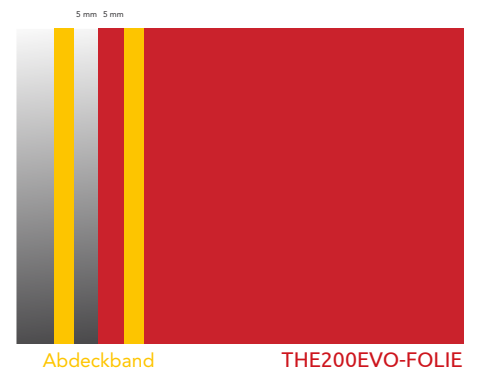

Abbildung 09
- 1 auf der THE200EVO-Folie, 5 mm von ihrem Rand entfernt. (Abb. 09)